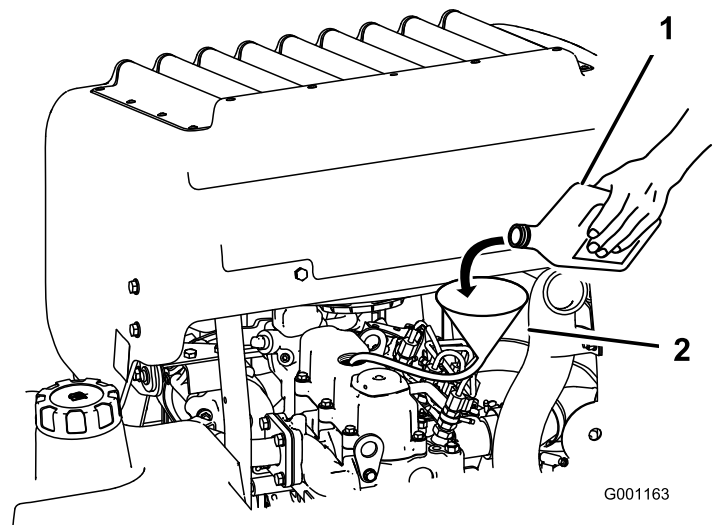

Figura 46
3. Para añadir aceite al motor, localice y utilice un tubo y un embudo para añadir el aceite (Figura 46).